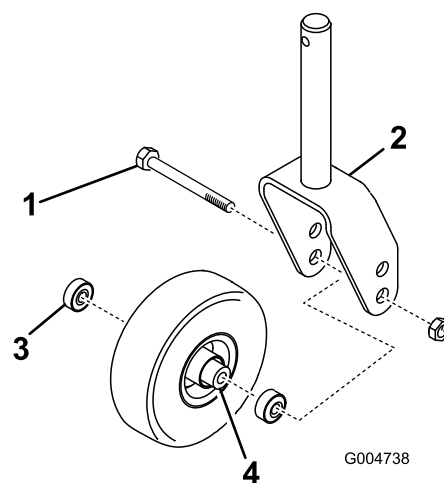

Figure 94
1. Retirez le contre-écrou du boulon vis de fixation de l'ensemble roue pivotante entre la fourche (Figure 94) ou le bras de pivot. Maintenez la roue pivotante et sortez le boulon de la fourche ou du bras pivotant.
(Figure 94). Enlevez le roulement de l'autre côté du moyeu.